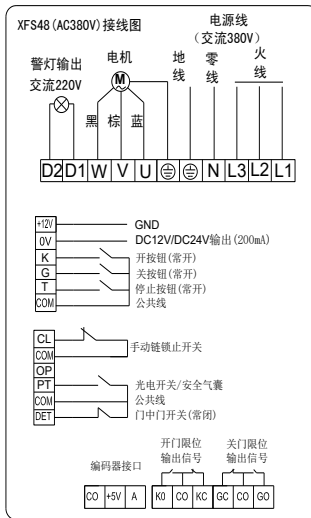
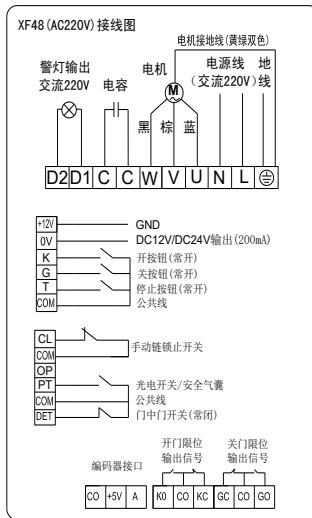

图15
图16
2、**控制箱侧接线：**图15为三相（380V）电控箱接线示意图；图16为单相（220V）电控箱接线示意图。接线时您务必注意区分所用开门机是单相（220V）电机还是三相（380V）电机。
2) 当使用单相AC220V机器时，电源线接到控制箱上：火线接L、零线接N、地线接E（图16）。